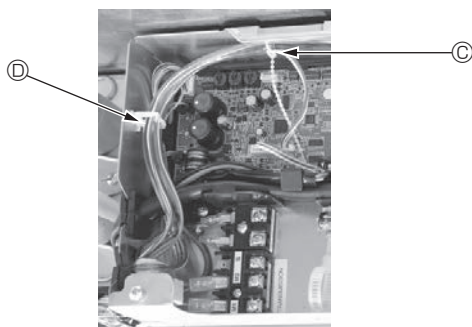

Fig. 6-15
- Coloque las partes sobrantes de los cables de enlace del sensor i-See y del receptor de señales en la caja de componentes eléctricos en el clip para cables de la forma mostrada en el diagrama, y sujete los cables con el remache. (Fig. 6-15)